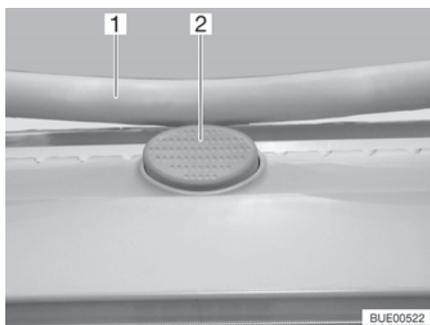

Fig. 29 Bottone di sicurezza (oblò Heki)
- Premere il bottone di sicurezza (Fig. 29,2) e tirare verso il basso la staffa (Fig. 29,1) con entrambe le mani.
- Premere la staffa verso l'alto con ambedue le mani, finché la staffa non poggia al di sopra del bottone di sicurezza (Fig. 29,2).